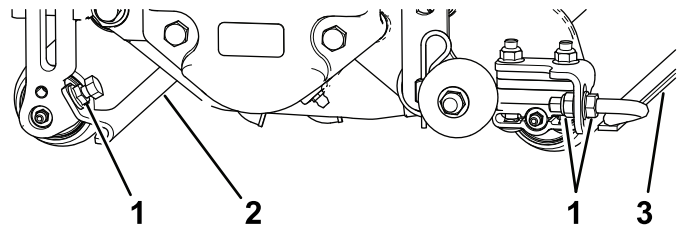

图11
1. 松开固定滚筒刮刀的凸缘螺母 图11。
在切根刀下放到底板或从主机中拆下之前应放低行走滚筒图11以防止刀片接触到坚硬的表面。